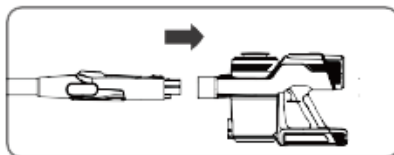

Figura 2
- Per rimuovere il tubo di alluminio, tenere il corpo principale con una mano ed estrarlo con l'altra mano che preme il pulsante. (figura 2)